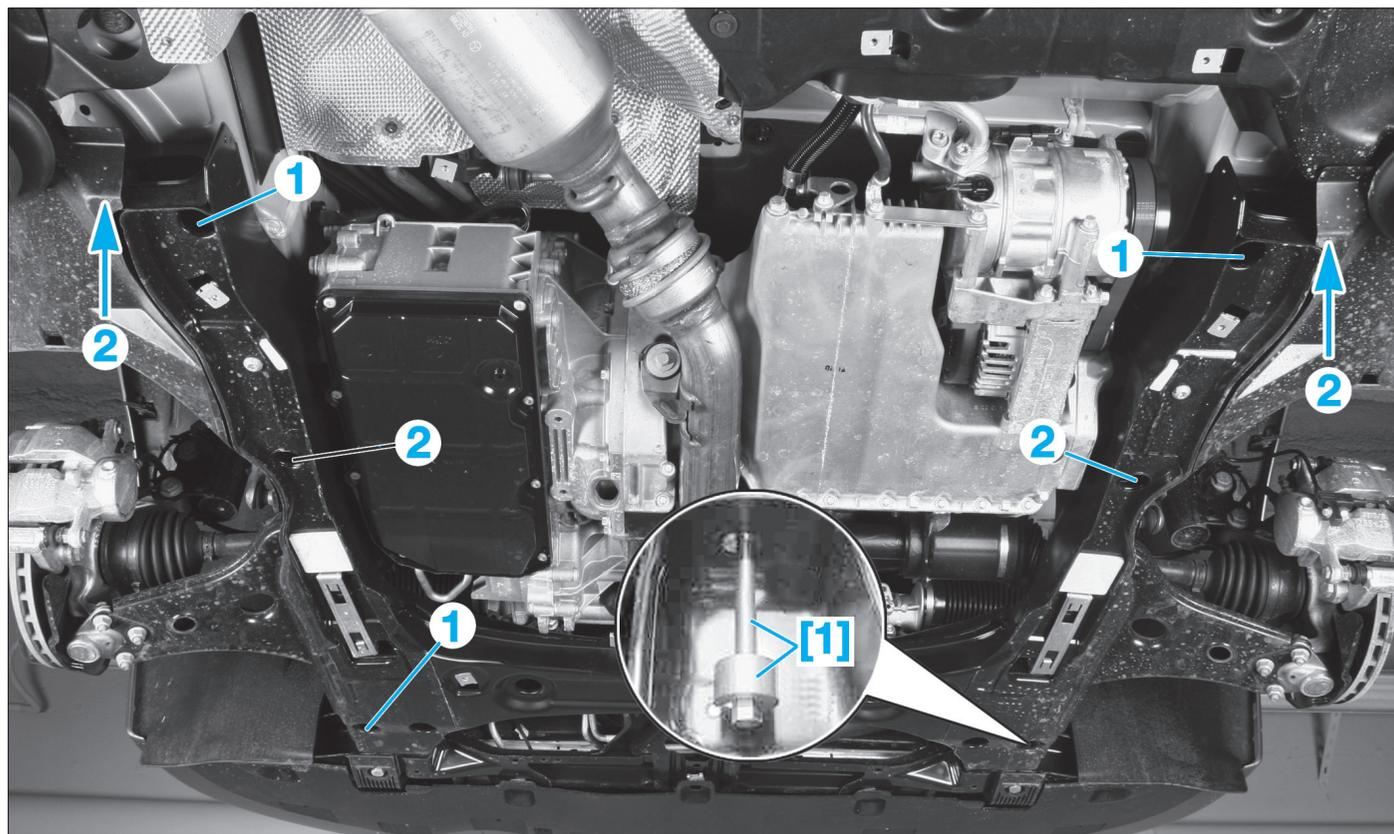

FIG. 30
- [1]. Vis de retenue de berceau (ref. 169 589 00 62 00) (Fig.30).
- déposer les 4 vis (1) de fixation du berceau (Fig.30),